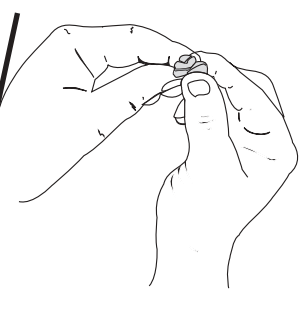

Fig. 30
5. Apriete el filtro para esparcir y retirar el exceso de aceite (Fig. 30).